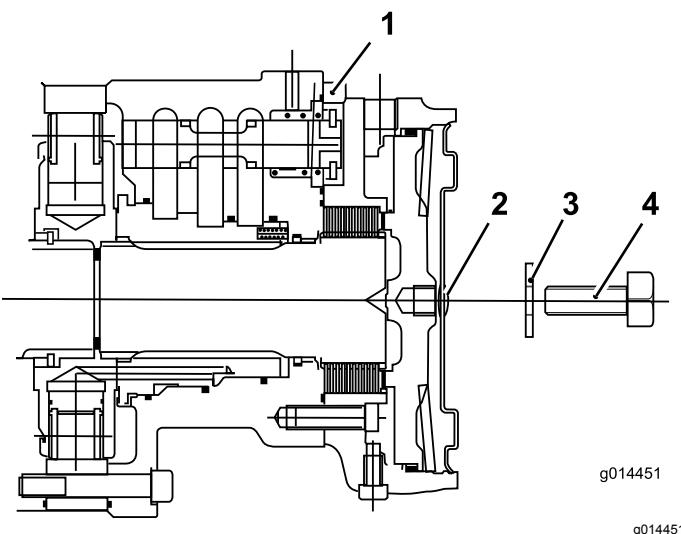

Figure 38
- C. Placez le bouchon hexagonal dans la plaque d'extrémité du moteur (Figure 38).